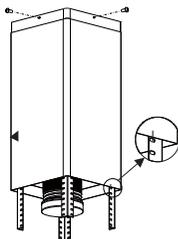

Bild.4
- 4 st ST4*8 stora planhuvade skruvar används för att ansluta den interna skorstenen med upphängningstavlan. Sätt sedan en på den externa skorstenen. Två krokar används för att sätta upp den externa skorstenen för att förbereda nästa installation, se bild 4.